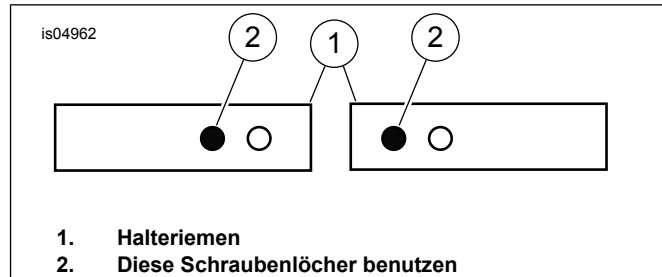

Abbildung 3. Konfiguration des Halteriemens
Siehe Abbildung 3. Beim Einbau des Halteriemens (1) darauf achten, dass die Schraube (2) wie dargestellt durch die Löcher des Halteriemens (2) geführt werden.